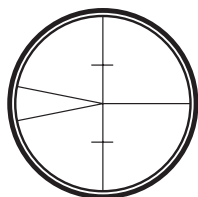

Fig. 3
1. **Fokussieren Sie das Fadenkreuz** (Abb. 3), indem Sie das Teleskop auf einen hellen Hintergrund richten oder ein weißes Blatt Papier vor die Objektivlinse halten und dann das Okular so lange drehen, bis das Fadenkreuz scharf und schwarz zu sehen ist.